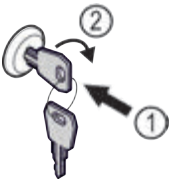

Fig. 132
- ▶ Вдавити ключ Fig. 132 (1).
- ▶ Повернути ключ на 90° за годинниковою стрілкою Fig. 132 (2).